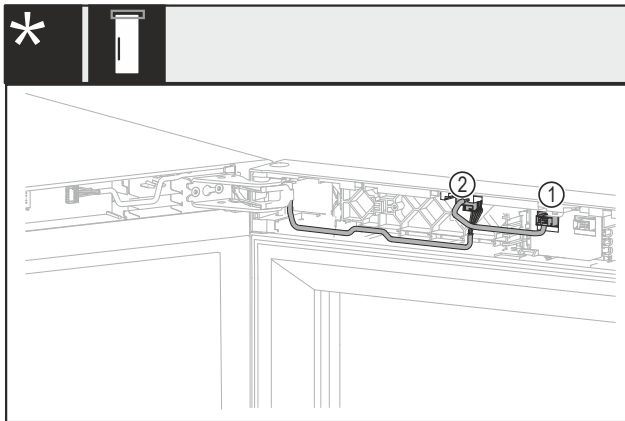

Fig. 17 Ohne Schloss oder mit mechanischem Schloss\*
- Stecker Fig. 17 (1) herausziehen.\*
- Stecker Fig. 17 (2) herausziehen.\*